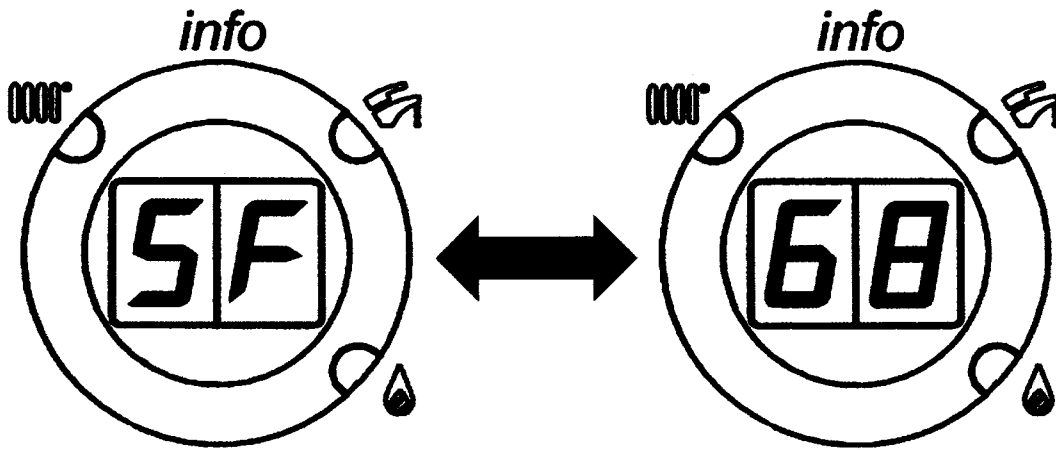

Fig. 29
**Note: LEDs 2 and 3 (figure 26) flash alternately and the display alternates the message “SF” and the boiler output temperature about every five seconds (figure 29).**
**Remarque :** les Led 2 et 3 (figure 26) clignotent une après l'autre et l'afficheur visualise le message “SF” qui s'alterne, par intervalles de 5 secondes, à la valeur de température de départ de la chaudière (figure 29).